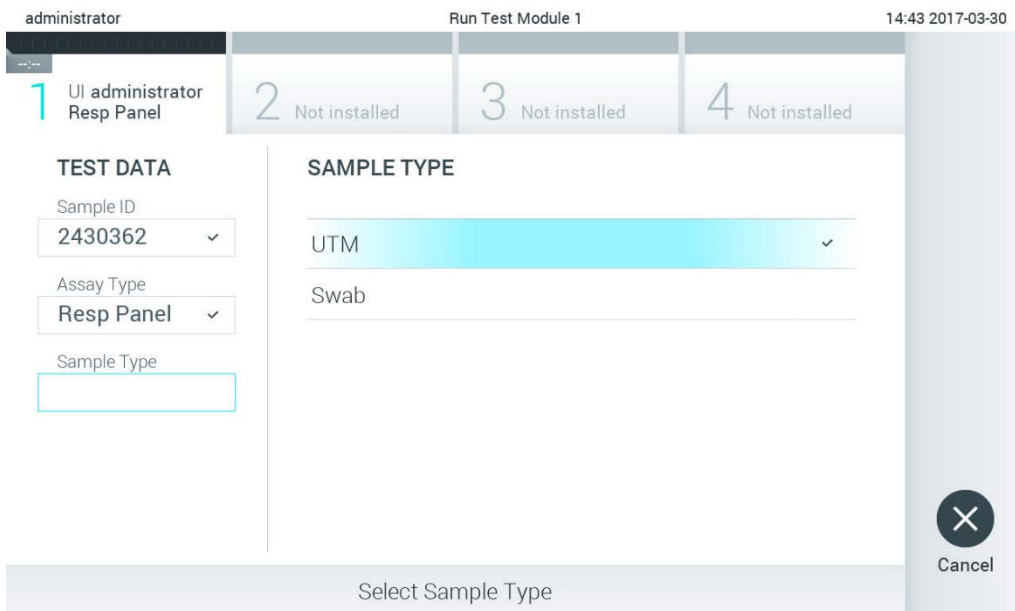

Abbildung 25: Auswahl des Proben typs
4. Wählen Sie gegebenenfalls den entsprechenden Proben typ aus der Liste aus (Abbildung 25).